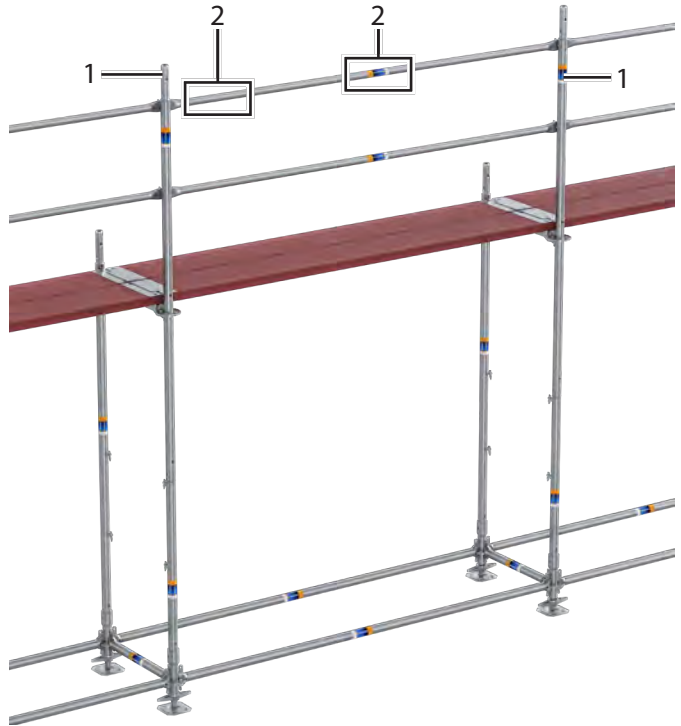

Bild 2 Zulässige Anschlagpunkte für die PSAGa
- ausschließlich die geprüften Bereiche an Ständern und Geländerständer (Pos. 2), siehe Bild 2 Zulässige Anschlagpunkte für die PSAGa (auf Seite 20),